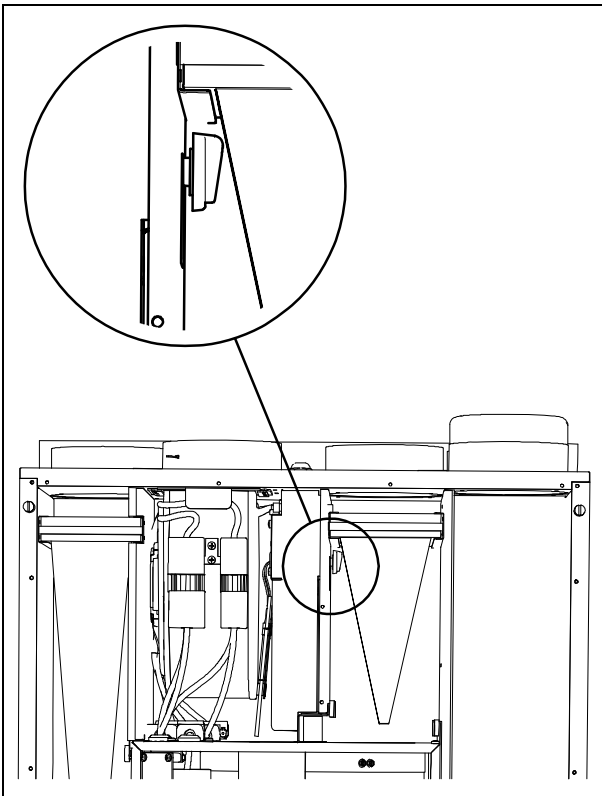

Fig.1
Die Temperatur der Zuluft im normalen Bereich kann über den Schalter (**Fig.1**) im Inneren des Geräts eingestellt werden. Die Temperatur der Zuluft kann durch entsprechendes Drehen im/gegen den Uhrzeigersinn erhöht/gesenkt werden.
- a) prüfen Sie die eingestellte Zulufttemp. am Bedienschalter "D", (**Fig.1**).